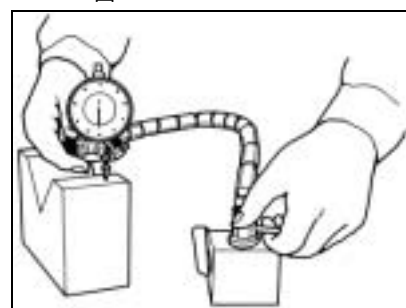

図4
- 5) 柱の屈曲度合い及び測定器の姿勢は、調整スリーブを回しながらハンドルクランプ位置で柱が固定できるように調整します。(図4参照)